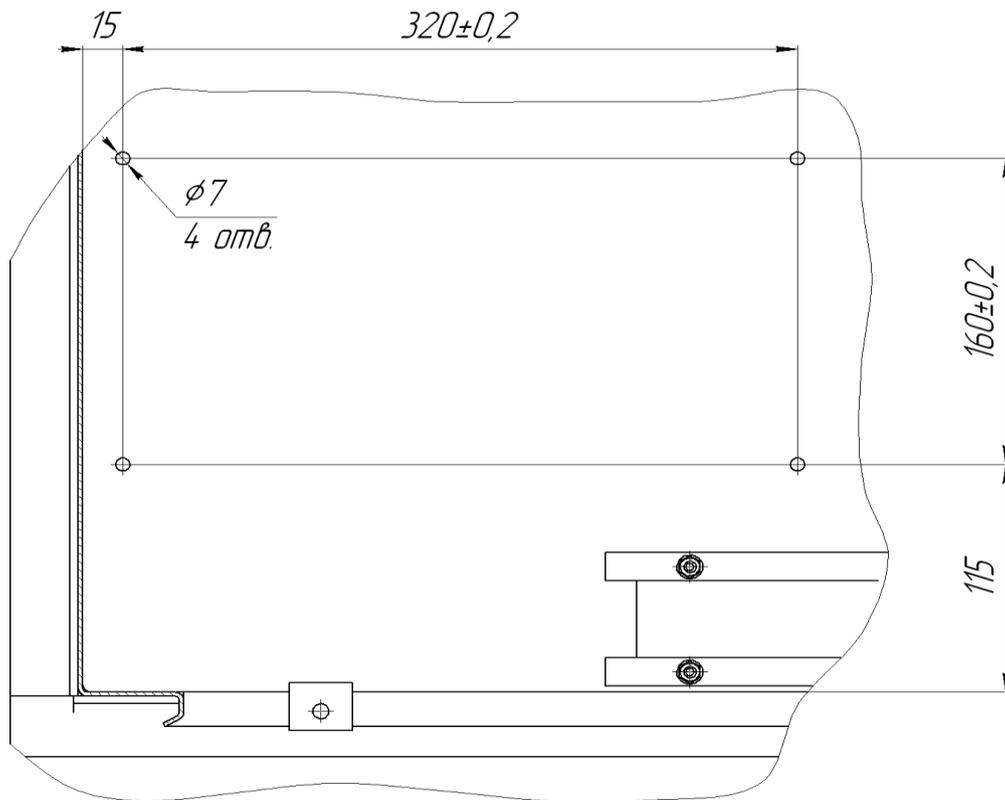

Рисунок 2.4.1 – Разметка установочных отверстий
1. Проверить наличие четырех отверстий $\varnothing 7$ мм на дне СУ. При отсутствии отверстий просверлить согласно чертежу (см. рисунок 2.4.1).